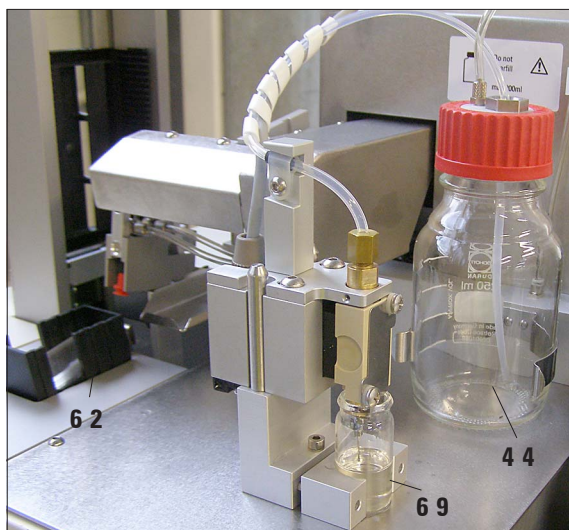

Fig. 43
- Controllare il livello di xilene nel flaconcino di vetro (69) della soluzione di preparazione ed accertarsi che lo xilene copra la punta dell'ugello.
- Premere il tasto "**PRIME**" finché il mezzo di montaggio non fuoriesce privo di bolle, quindi portare l'erogatore in posizione di preparazione (Fig. 43)